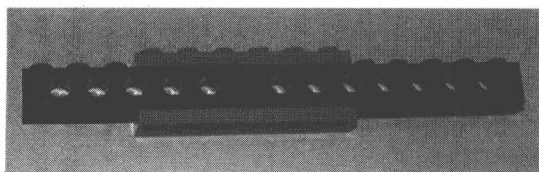

图 2-6 梁与梁的延长连接
(1) 梁与梁的连接:
a. 梁与梁的延长连接: 上下用条固定; 左右各留出两个以上乐高单位固定 (如图 2-6)。